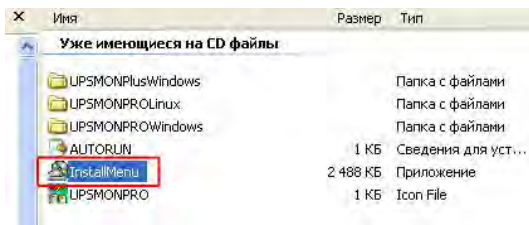

Рис. 5.2
***Примечание:** Если меню не открывается автоматически, запустите Проводник, а затем кликните курсором мышки два раза по инсталляционной иконке в вашем дисковом CD-ROM, как показано на рис. 5.2*